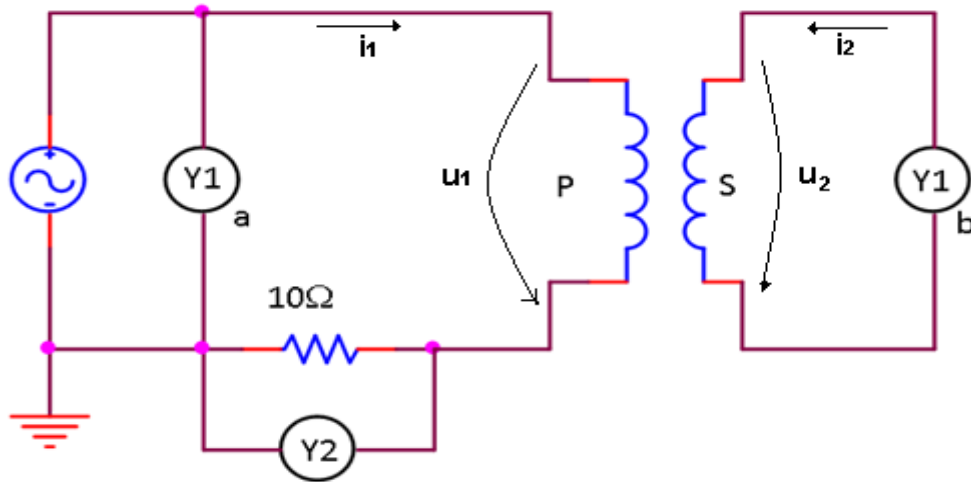

Figura 3. Circuito usado na recolha de valores necessários à determinação dos parâmetros do esquema equivalente de Steinmetz com o secundário em vazio.
A) Realize a montagem da figura 3 e imponha ao primário $U_{1ef}=220V$, determine; I_{1ef} , U_{2ef} , $P_{10}=\langle u_1 i_1 \rangle$ e $P_{12}=\langle u_2 i_1 \rangle$ em que u_1 e i_1 são respetivamente os valores instantâneos da tensão e da corrente aos terminais do primário do transformador e u_2 e i_2 se referem a valores instantâneos de tensão e corrente no secundário. Na determinação das potências P_{ij} será utilizado um sistema de recolha de dados através do osciloscópio digital.